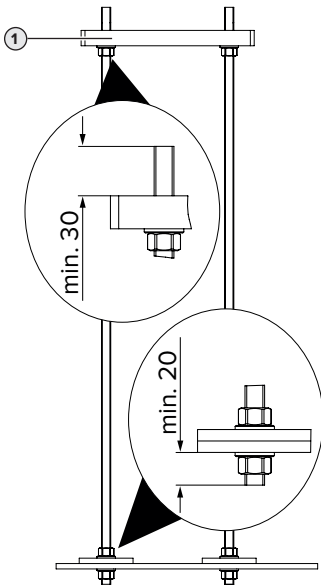

Abb. 3: Position der Unterlegscheiben und Muttern [mm]
- Die Flachstähle mit je einer Mutter und einer Unterlegscheibe unter Beachtung der Abb. 3 sichern. Darauf achten, dass das Fundament-Befestigungsset waagrecht ausgerichtet ist.
- Zugehörige Fundament- bzw. Adapterplatte (1) (als Zubehör erhältlich) unter Beachtung der Abb. 3 auf dem Fundament-Befestigungsset montieren.